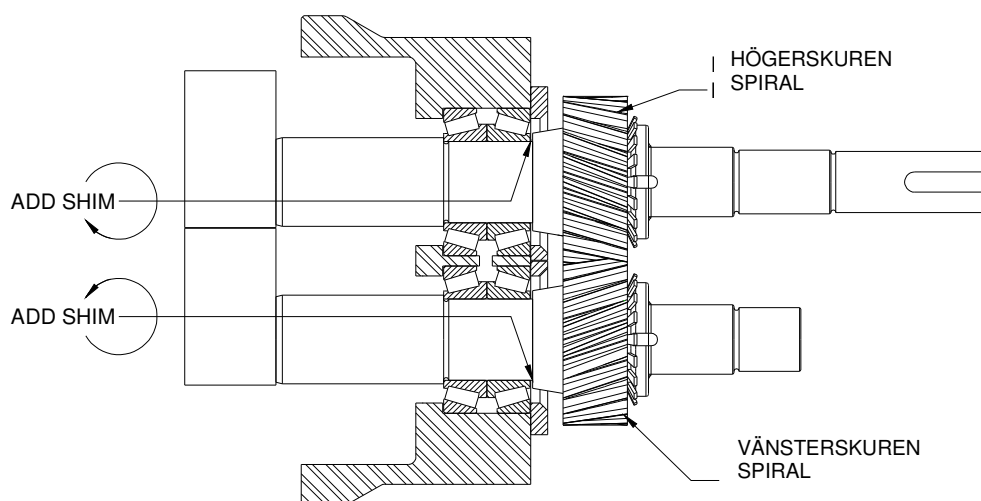

Fig 27 Förspänning
- För justering av spelet måste shims (5.08) monteras mellan distanshylsan (5.16) och kugghjulet (5.09). Till ledning för justeringen kan sägas att en ändring av spelet med en enhet (t ex 0, 1 mm) kräver ändring av shimsens tjocklek med fyra enheter (t ex 0,4 mm). För medurs vridning av rotorn (sett från rotoränden) skall dessutom shimsen (22) monteras mellan distanshylsan (5.16) på CP10; eller lagret på CP20 och CP30; och kugghjulet (5.09) med vänsterskuren spiral och omvänt. Se fig. 27.